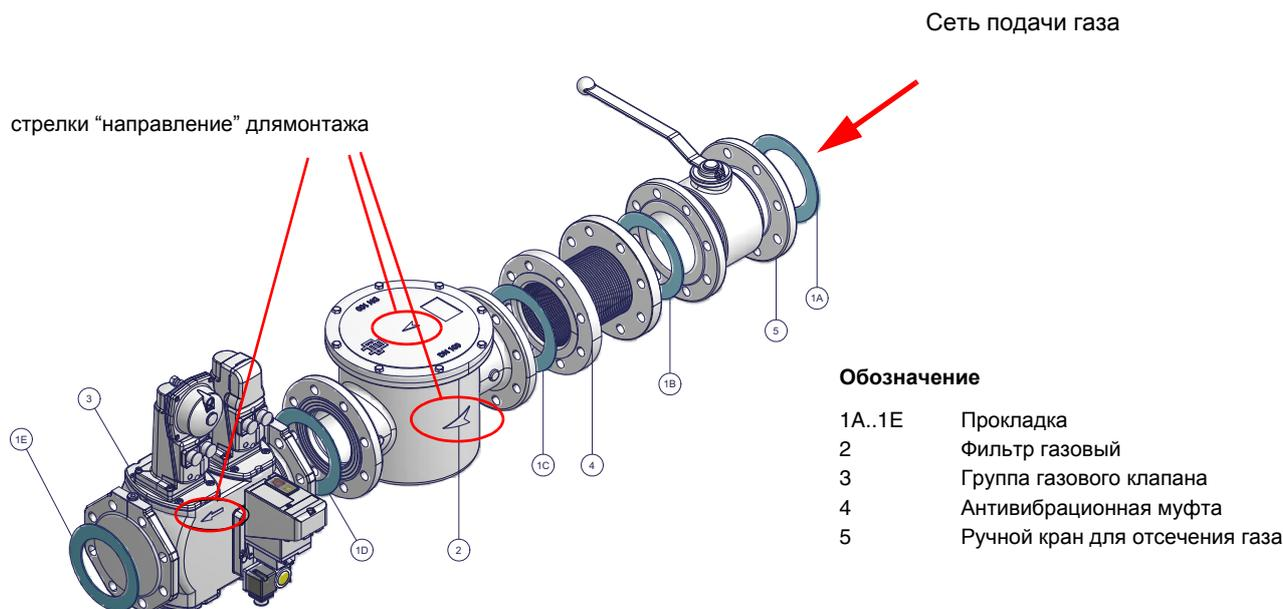

Рис. 2 - Пример газовой рампы
- 1) при фланцевых соединениях: между соседними компонентами устанавливать прокладку (1A..1E - Рис. 2), совместимую с используемым газом,
**ВНИМАНИЕ:** после монтажа газовой рампы согласно схеме на Рис. 2, необходимо провести тестирование на герметичность газового контура, согласно требований действующих нормативов.
ВНИМАНИЕ: после монтажа газовой рампы согласно схеме на Рис. 2, необходимо провести тестирование на герметичность газового контура, согласно требований действующих нормативов.